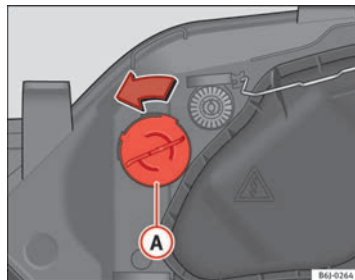

Fig. 156 Indicatore di direzione
- Ruotare il portalampada → fig. 156 Ⓐ verso sinistra e tirare.